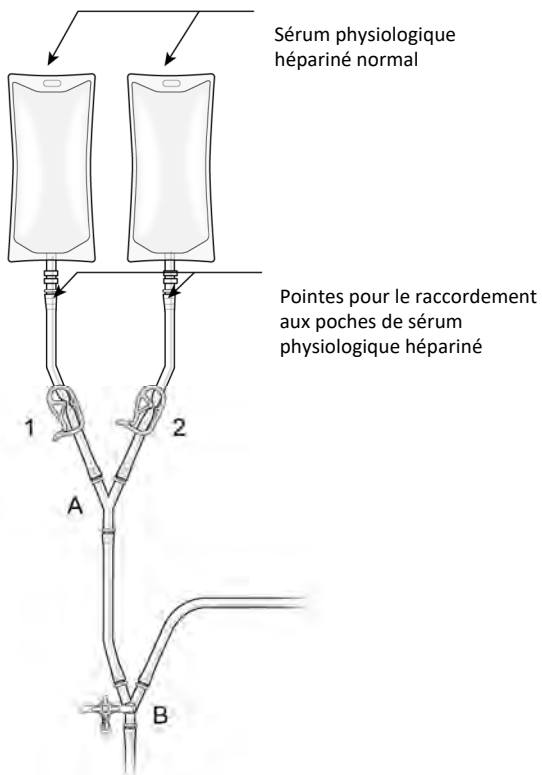

Figure 13
- (l) Accrocher deux poches de sérum physiologique stérile hépariné et les raccorder au circuit à l'aide des pointes, comme indiqué sur la figure 13, pour permettre l'amorçage par gravité des composants du circuit.